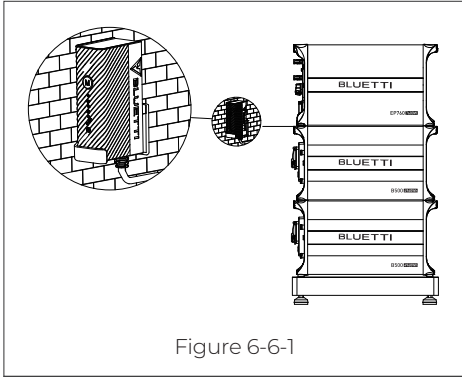
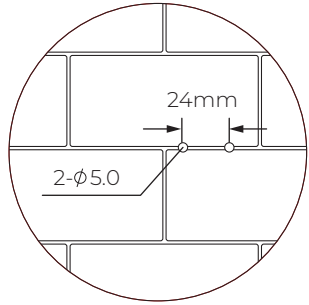

Figure 6-6-1
Figure 6-6-2
Étape 1 : Percez 2 trous de guidage dans le mur. Veuillez vérifier la position du perçage et la taille du trou sur la Figure 6-6-1 et la Figure 6-6-2. La profondeur du trou est de 24 mm.